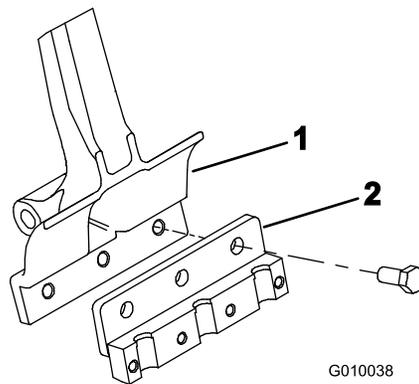

Bild 22
- Befestigen Sie einen Tines-Halter mit drei Schrauben ($\frac{1}{2}'' \times 1\frac{1}{4}''$) an jedem Tines-Arm (**Bild 22**). Ziehen Sie die Schrauben mit 101,6 N·m an.